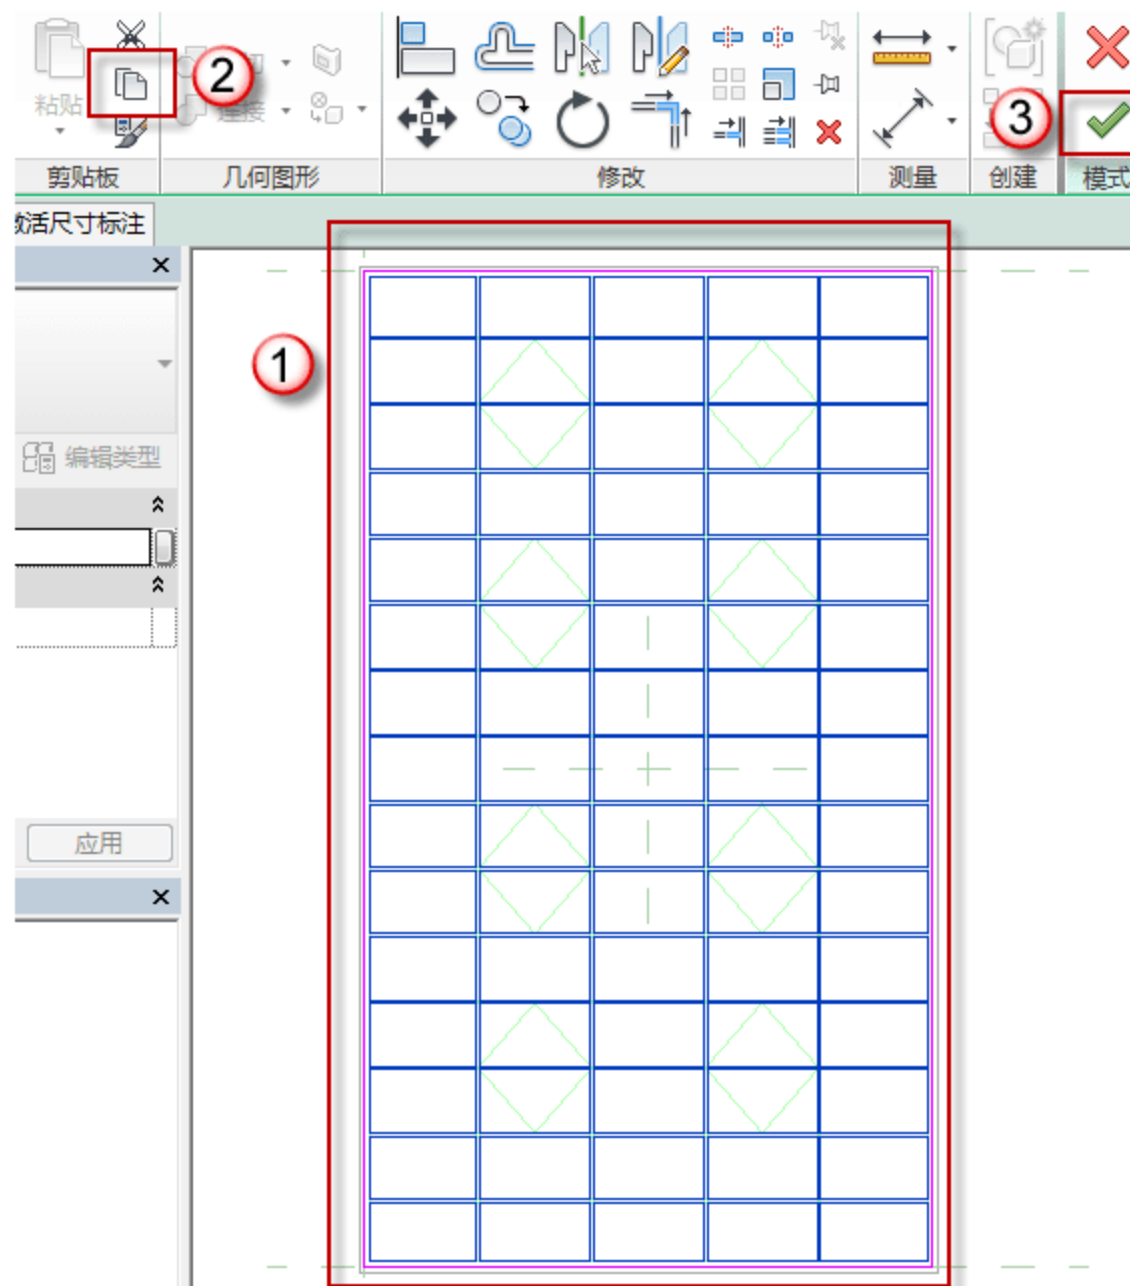

图 12.1.41 复制玻璃轮廓线
(15) 复制玻璃轮廓线。完成编辑窗框材质后,返回绘图界面,选择玻璃轮廓线,单击“复制的剪贴板”按钮(或者直接按快捷键 Ctrl+C),然后在上下文关联选项板中单击√按钮,如图 12.1.41 所示。